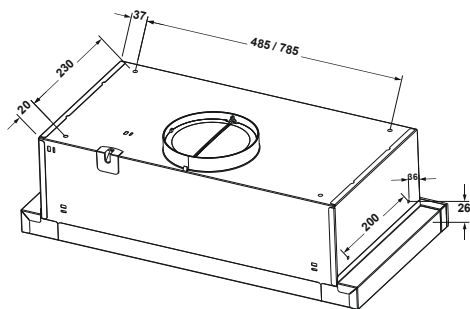

Рис. 4
6.5 Чтобы установить вытяжку в кухонном шкафу, сделайте 4 отверстия диаметром 6-7 мм в нижней полке шкафа в соответствии с рис. 4. Закрепите вытяжку с помощью 4 винтов M5x3 (рис. 4.1).
6.6 Подсоедините барботер к выходу турбины (с переходником трубы барботера Ø150x120 мм). Снимите другой конец барботера в вентиляционную шахту (Рис. 4 / 4.1).